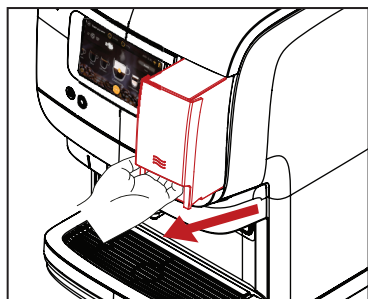

Рис. 1
1. Снимите емкость для воды. Для этого слегка приподнимите и вытяните ее ровно наружу. (См. рис. 1)